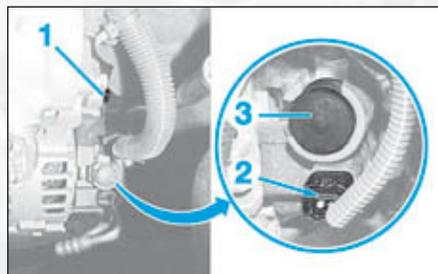

FIG.4
- Desserrer la vis supérieure arrière (1) (Fig.4).
- Débrancher le connecteur de l'alternateur (2) (Suivant équipement).
- Débrancher l'alimentation de l'alternateur (3).